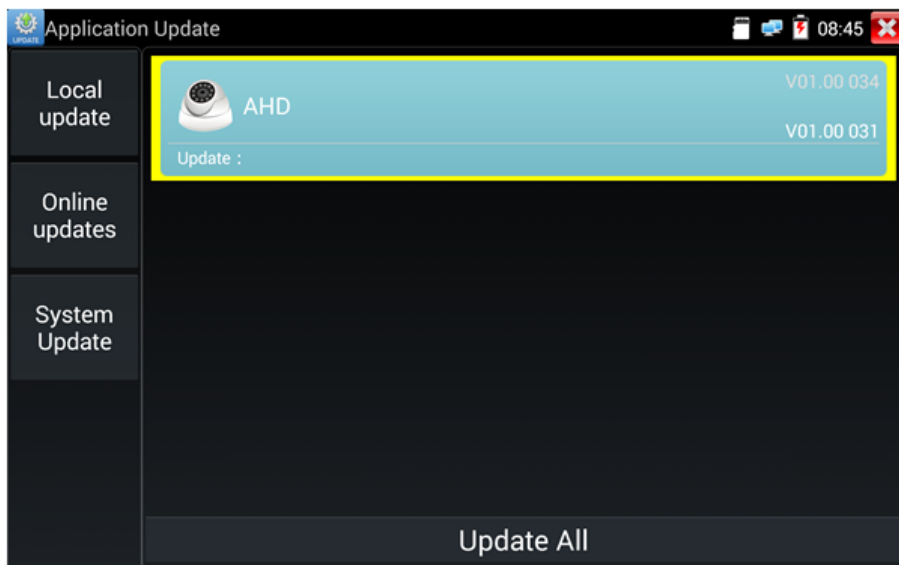

Рис. 153 Интерфейс приложения «Обновление прошивки» (Update)
1. Скопируйте файл прошивки, заранее скачанный с сайта WWW.TEZTER.RU на карту памяти в директорию Update. Если такой директории на карте памяти нет, создайте ее самостоятельно. Найдите ярлык приложения «Обновление прошивки» (Update) на рабочем столе тестера и запустите его, рис. 153